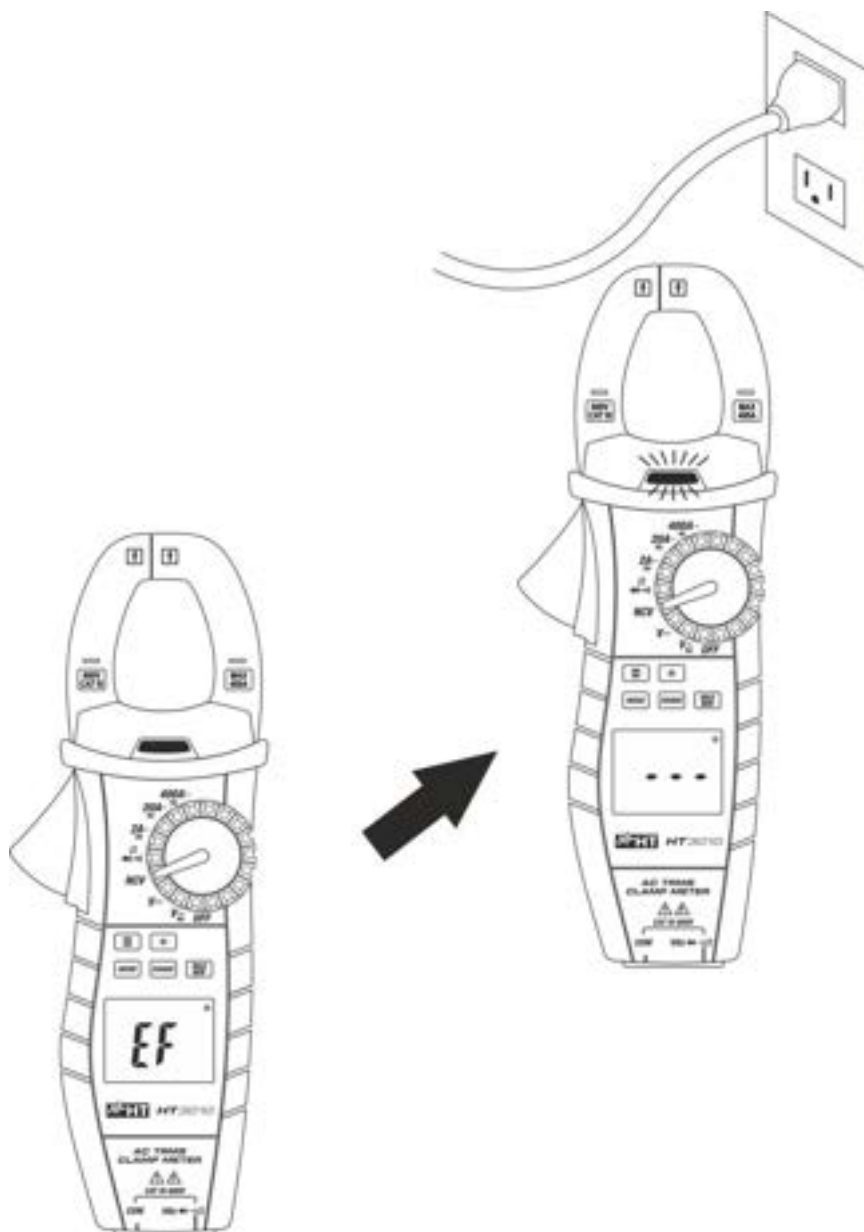

Fig. 4: Detection de Tensión CA sin contacto (NCV)
2. Mueva el instrumento a cerca del punto en examen (ver Fig.4)